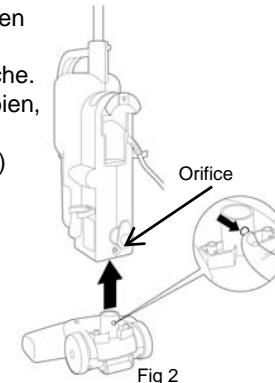

Fig 2
- Si vous l'insérez bien, la tige ressortira de l'orifice. (Fig. 2)